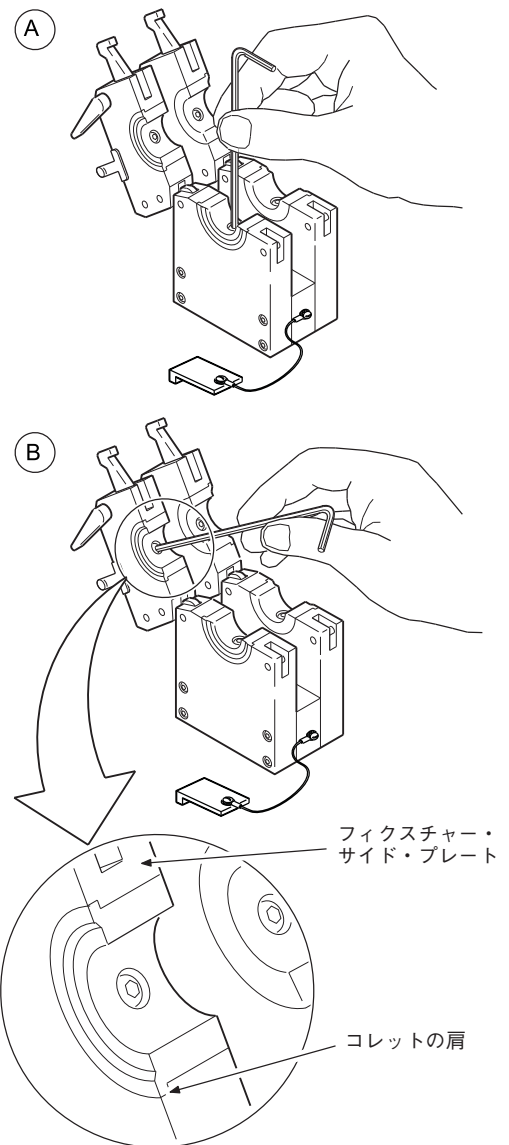

図 13：コレットを取り付ける
2. 上部および下部サイド・プレートの両方にコレットを取り付け、コレット止めネジを締め付けます。コレットの肩とフィクスチャー・サイド・プレートに段差がないことを確認します。図 13 (B) をご参照ください。